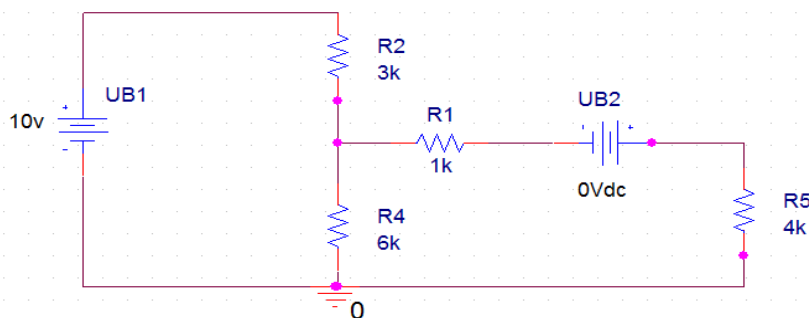

Рисунок 6.20 – Змішана схема резистора з двома джерелами напруги
29. Завантажте змішану схему резистора з двома джерелами напруги з робочої теки з ім'ям *Prizvushe_MIX_3.sch* (рис. 6.20).